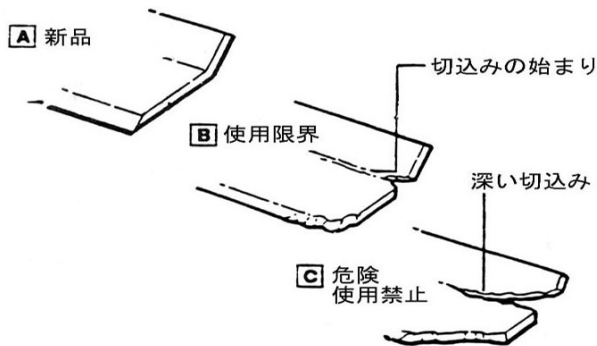

図6-1
① ブレードの交換時期
1. 時々、ブレードの締め付け状態や刃の状態について点検します。(図6-1)